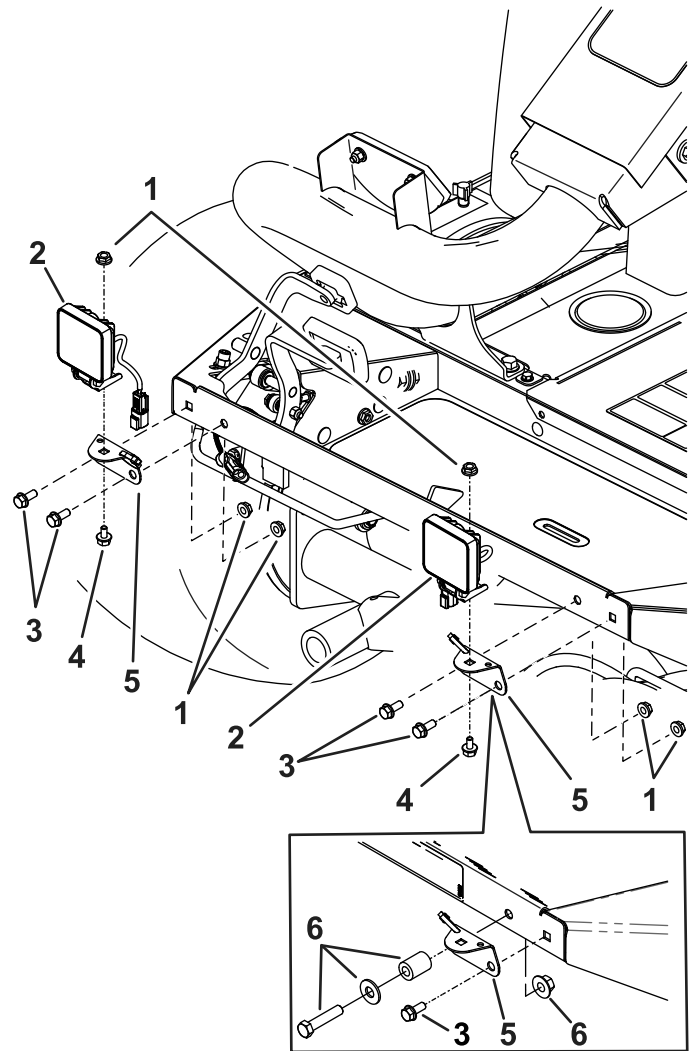

Figura 4
1. Para una máquina Reelmaster 3100, monte los soportes de luces en la parte delantera del reposapiés con 4 pernos de cabeza hexagonal con arandela prensada (5/16" x 3/4") y 4 contratuercas (5/16"); consulte la Figura 4.
2. Para una máquina Groundsmaster 3500, monte los soportes de luces en la parte delantera del reposapiés con 2 pernos de cabeza hexagonal con arandela prensada (5/16" x 3/4"), 2 contratuercas (5/16"), los herrajes existentes y el espaciador; consulte la Figura 4.
3. Monte las 2 luces en los soportes con 2 pernos (5/16" x 1/2") y 2 contratuercas (5/16"); consulte la Figura 4.